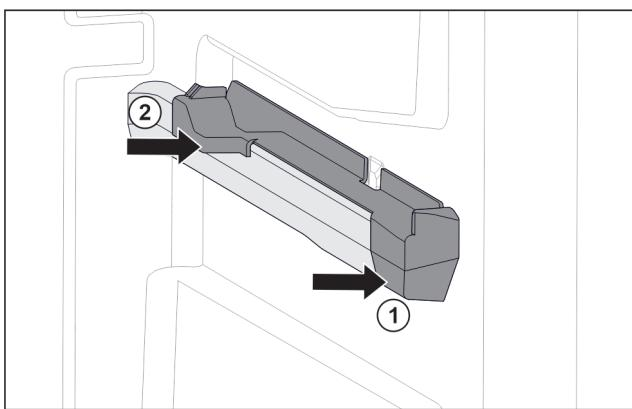

Fig. 84 Вставна частина на правому ребрі для резервуару
- Одягти вставну частину вперед на ребро резервуару. Fig. 84 (1)
- Притиснути вставну частину позаду. Fig. 84 (2)